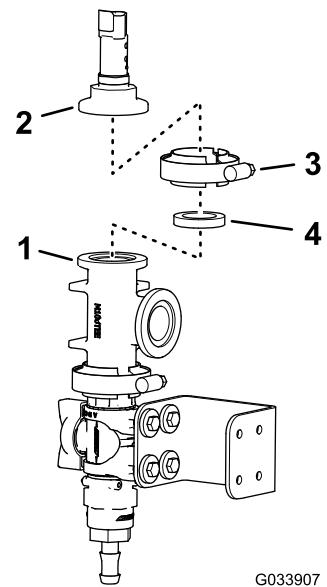

Figura 30
6. Alinee la brida del transductor de presión con la brida del acoplamiento en T, según se muestra en Figura 30.
7. Monte el transductor de presión en el acoplamiento en T con una junta y una brida de fijación, y apriete la brida a mano (Figura 30).